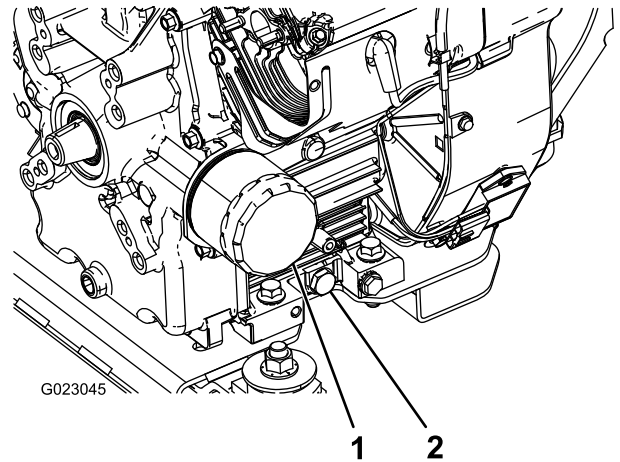

图 44
5. 拆下排油塞 图 44。
2. 拆下机油滤芯 图 44。
5. 将新机油滤芯装在机油滤芯安装座上。顺时针转动机油滤芯直至橡胶垫片接触到机油滤芯安装座然后将机油滤芯再旋入 1/2 圈 图 44。